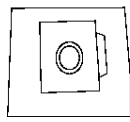

Fig. 17
6. Tirez sur l'onglet de carton de la bague du sac de poussière HEPA. (Fig. 17 et 18) Ceci fermera l'ouverture du sac de poussière HEPA afin de prévenir les dégâts.